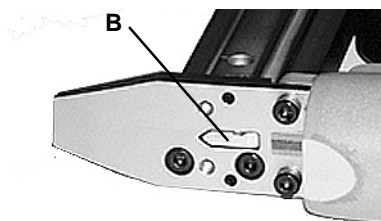

Figure 7
4. Faire sortir la pointe coincée par l'ouverture (B) sur la Figure 7. Vous pouvez l'atteindre par l'intérieur du magasin.